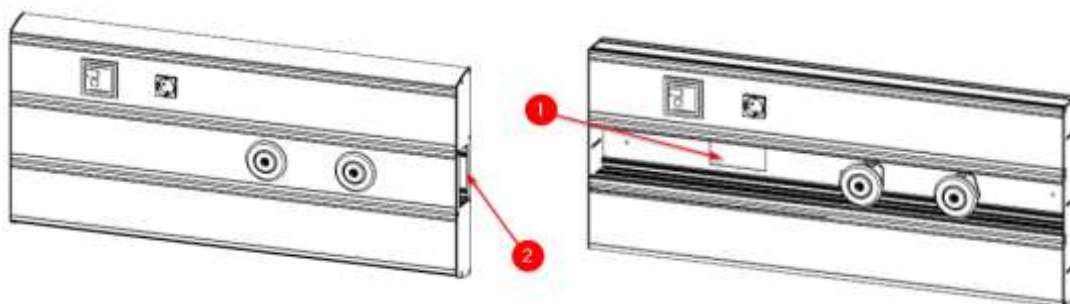

Abb. 1
Es gibt zwei Möglichkeiten für die Anordnung dieser Eingänge: Sie können sich auf der Rückseite des Geräts (1) befinden oder seitlich (2) angebracht sein. Siehe Abb. 1.